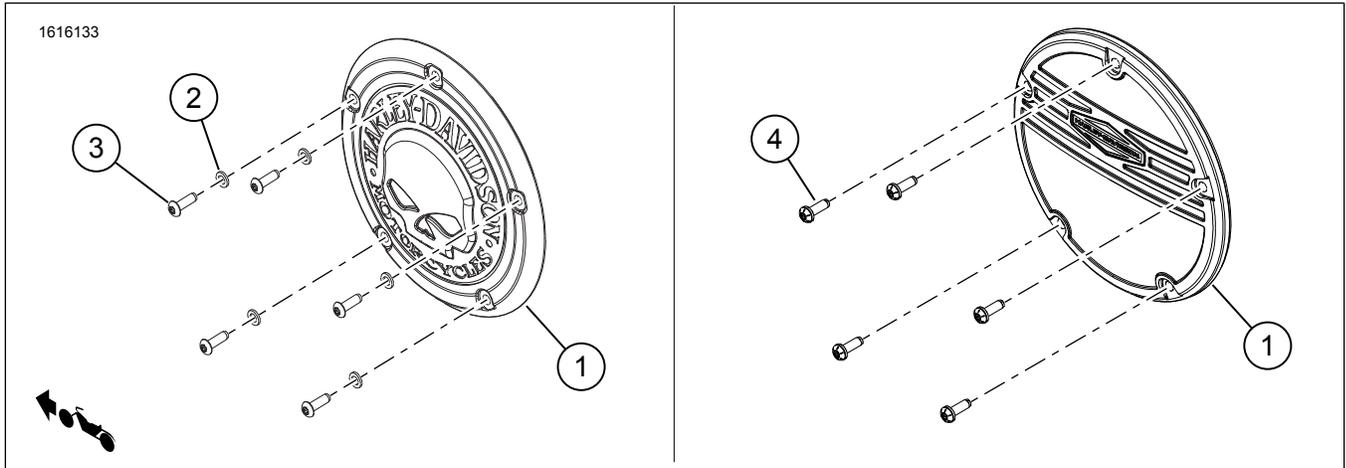
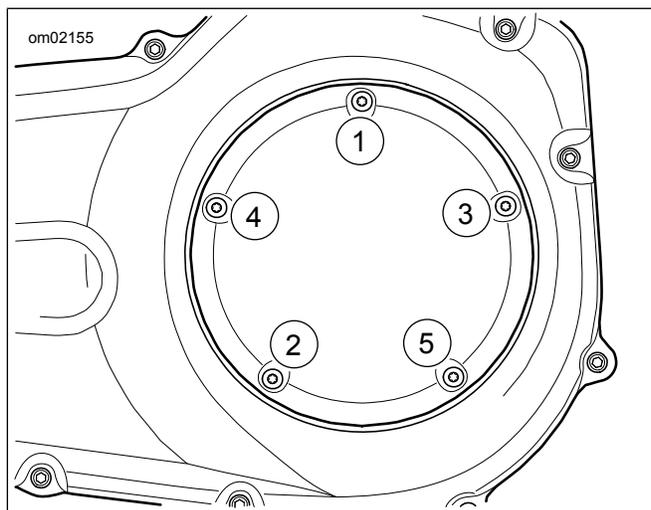

Figura 1. Contenido del kit: Componentes de la tapa derby
Figura 2. Secuencia de ajuste de la cubierta del embrague
1. Vea la Figura 1. Instale la **nueva** tapa (1).
2. Instale las arandelas (2) y los tornillos (3).
3. Vea la Figura 2. Apriete los tornillos (3) en un patrón de estrella.
1. Vea la Figura 1. Aplique fijatornillos a las tuercas de los tornillos (4).
2. Instale la **nueva** tapa (1).
3. Instale los tornillos (4).
4. Vea la Figura 2. Apriete los tornillos (4) en un patrón de estrella.